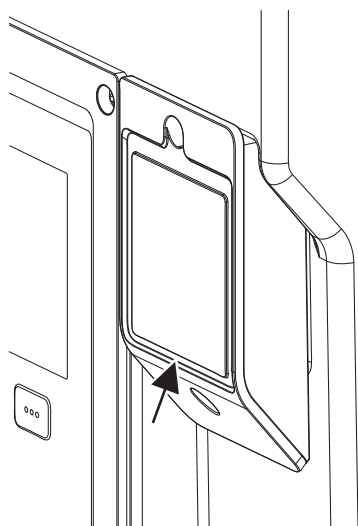

Fig. 27: Wilo-Smart Connecti mooduli BT kate
1. Vabastage Wilo-Smart Connecti moodulikatte (Fig. 27) polt ja avage kate.
Tulenevalt konstruktsioonist saab Wilo-Smart Connecti mooduli BT ühendada ainult ühtepidi. Rohkem moodulit ennast ei kinnitata. Wilo-Smart Connecti moodulikate (Fig. 27) elektroonikamooduli ülaosal hoiab moodulit liideses.